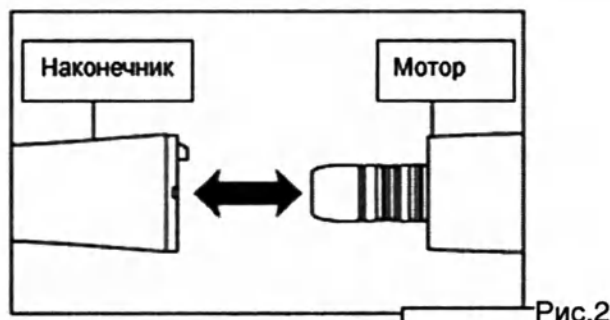

Рис.2
- 1) Подсоедините наконечник напрямую к мотору. При подключении наконечника с оптикой необходимо повернуть его до щелчка. (Рис.2), чтобы световод совпадал со светодиодом.